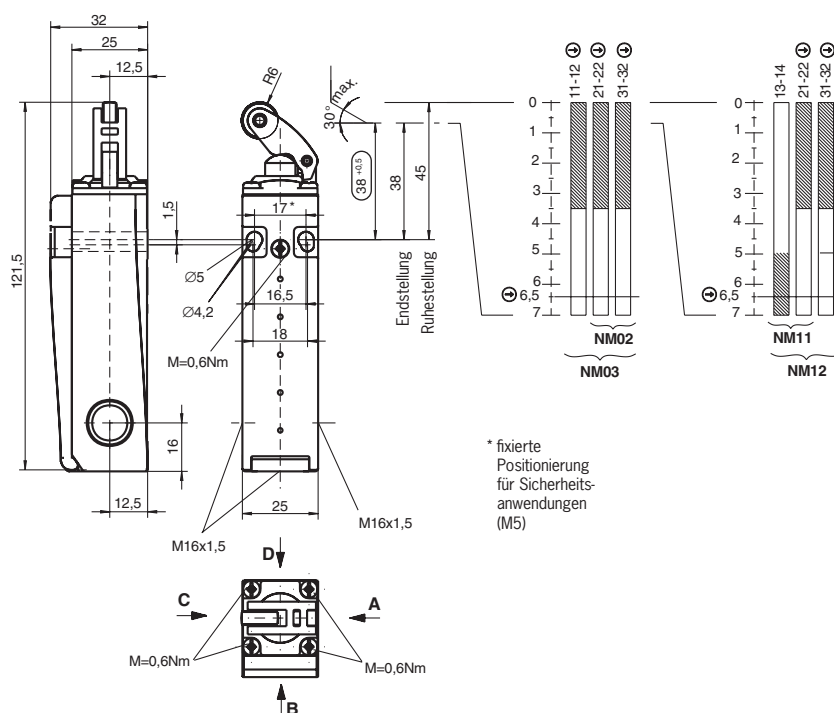
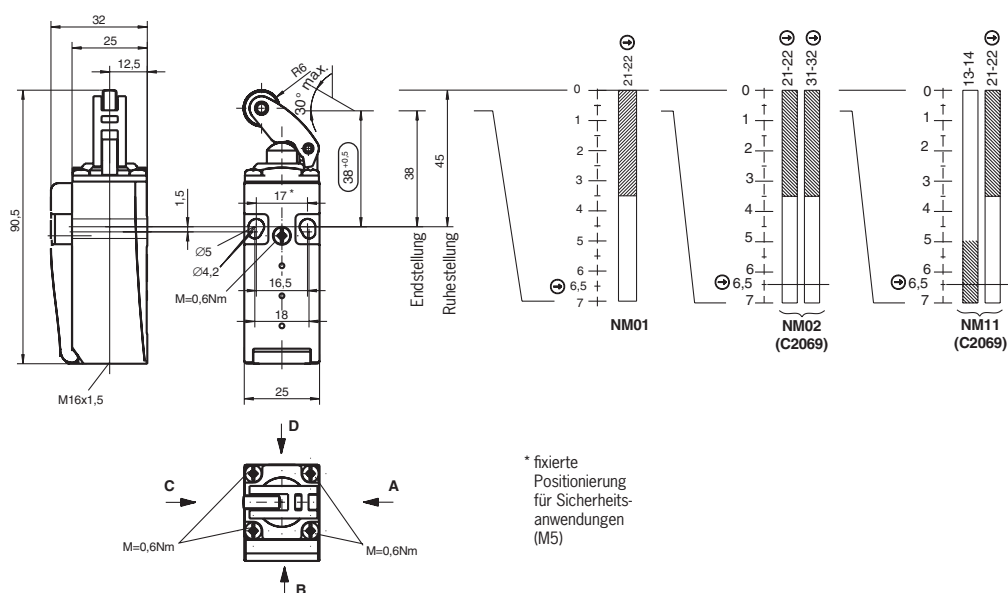

Bild 4: Maßzeichnung und Schaltwegdiagramme NM11KB / NM02KB / NM12KB / NM03KB
Bild 5: Maßzeichnung und Schaltwegdiagramme NM01KB, NM...C2069
- ▶ To ensure correct operation, the trip dogs must be fitted as per the dimension $(38^{+0.5})$ (see Fig. 4 and Fig. 5).